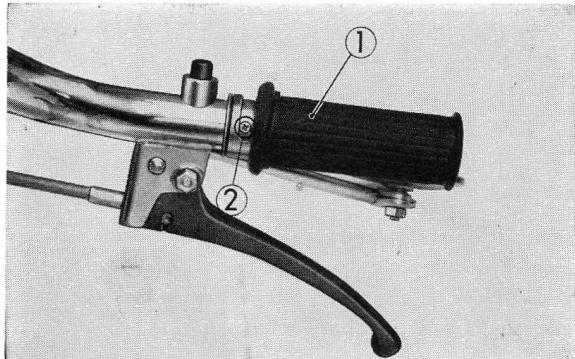

Figure 1-30: ① poignée tournante ②vis
- (1) S'il existe un jeu excessif dans le sens de la longueur de la poignée, tourner à fond celle-ci dans le sens des aiguilles d'une montre et vérifier si la vis n'est pas desserrée (figure 1-30).